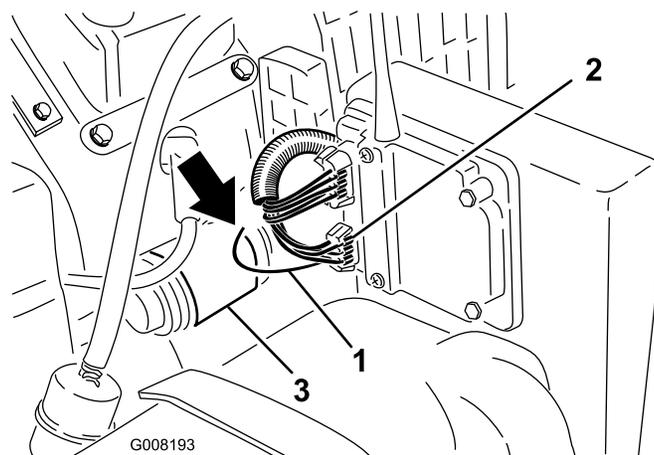

図 21
1. ワイヤ・ハーネスに折込んである黒と黄色のストライプの電気コード (レシーバの 6ピンコネクタから出ている) を探し出す (図 21)。この電気コードをチューブから引き出す。